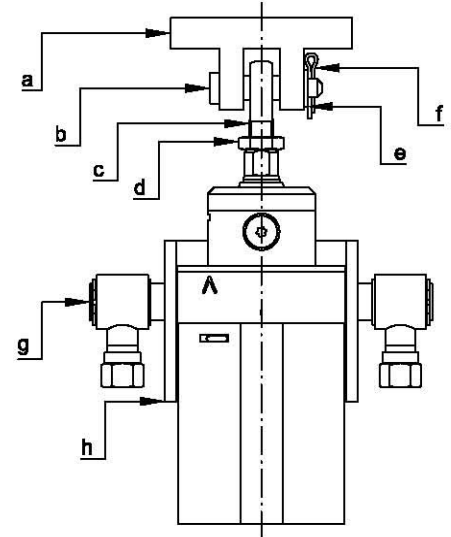

Abbildung 2: Befestigungselemente
Die Zylinder an geeigneten Befestigungselementen befestigen. Es ist sicherzustellen, dass die Aufhängungen mittels entsprechendem Sicherungselementen gesichert werden (siehe Abbildung 2).
- ⓘ Um ein Herausdrehen der Augenschraube zu verhindern, muss die Kontermutter gekontert werden (siehe Abbildung 2).
Auf eine fluchtende Montage von Kuppelbock, Konsolen oder anderen Befestigungselementen achten. Seitenkräfte sind zu vermeiden (siehe Abbildung 2).